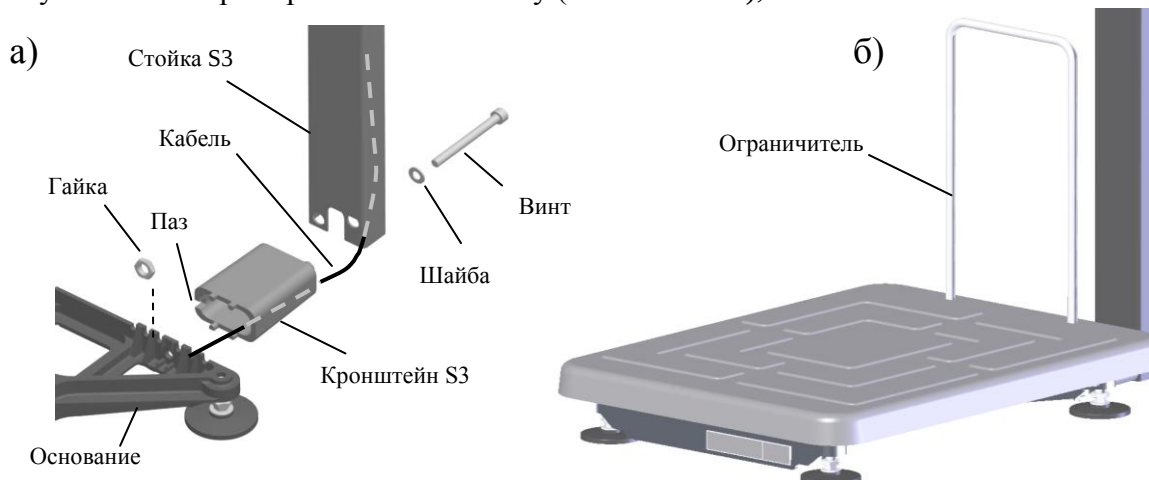

Рис. 5.2 – Крепление прямоугольной стойки к модулю ТВ-S_
- Протянуть кабель через кронштейн и стойку (см. Рис. 5.2 а);
Вложить в винт M8×130 шайбу 8. Вставить винт в отверстие стойки и пропустить его сквозь стойку, кронштейн (положение паза кронштейна см. на Рис. 5.2а) и основание модуля. Стянуть винт гайкой M8.
- Плотнo вставить в отверстия платформы ограничитель (Рис. 5.2 б).